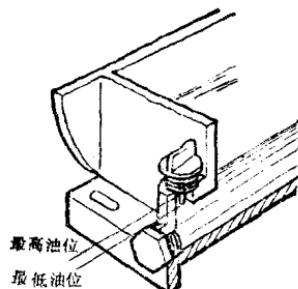

图 12 润滑油位
2. 加注润滑油(油位要求见图 12)。当环境温度在 0°C 以上时加 HQ-10 号汽油机润滑油；当环境温度在 0°C 以下时加 HQ-6 号汽油机润滑油。